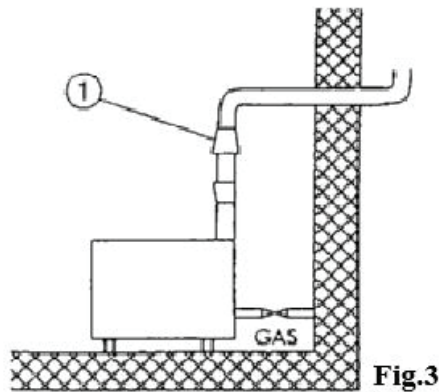
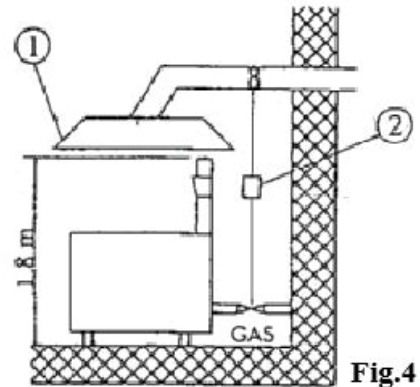

Fig.3
Fig.4
##### Natürliche Abführung (Abb.3)
##### Zwangsabführung (Abb.4)
- 1 Abzugsschacht mit Windschutz (Abb.3) - Abzugshaube (Abb.4)